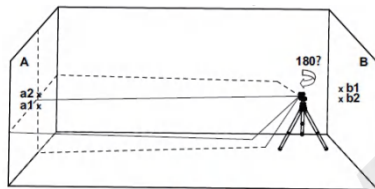

Abb.4
8. Drehen Sie den Laser um 180° in Richtung Wand A und markieren Sie an der Wand den Mittelpunkt der Kreuzlinien als a2 (siehe Abbildung 4).